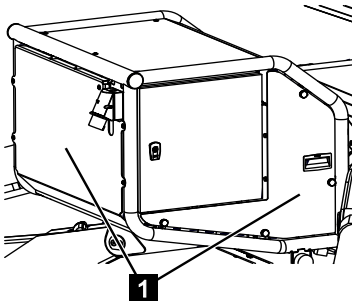

Fig. 200
2. Dévisser les capots (Fig.200/1).